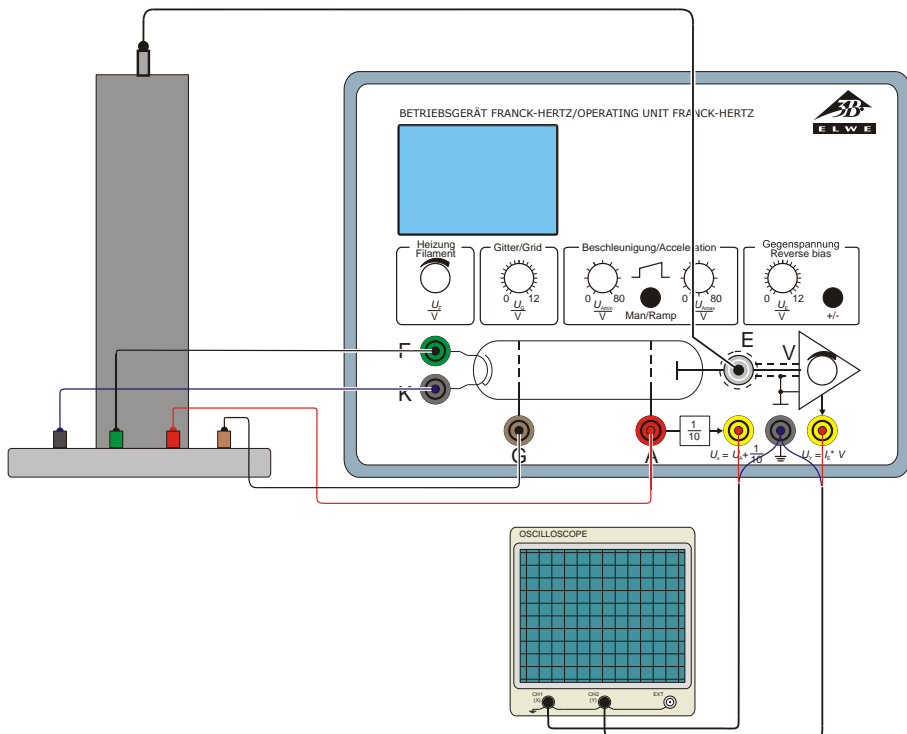

Fig. 2 Experimenteller Aufbau Frank-Hertz-Röhre mit Ne-Füllung
- Beschaltung gemäß Fig. 2 vornehmen.